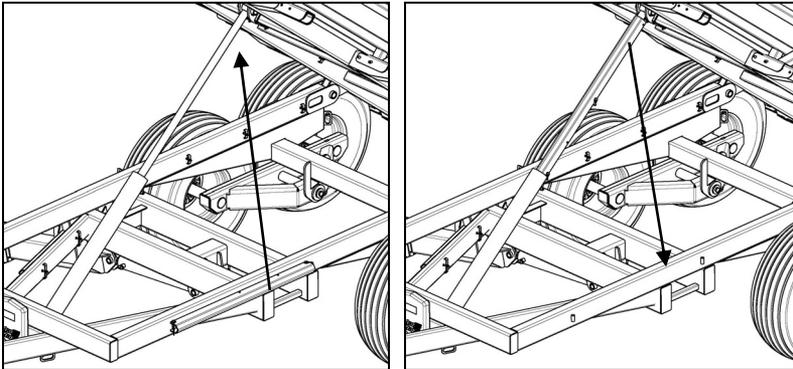

Figure 6.1 Installation des béquilles de sécurité
- 2- Placer la béquille sur la tige du cylindre comme illustré à la Figure 6.1